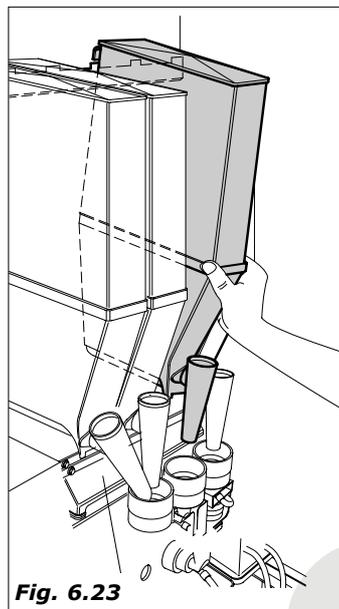

Fig. 6.23
- desmontar todos los contenedores de producto del distribuidor (Fig.6.23)